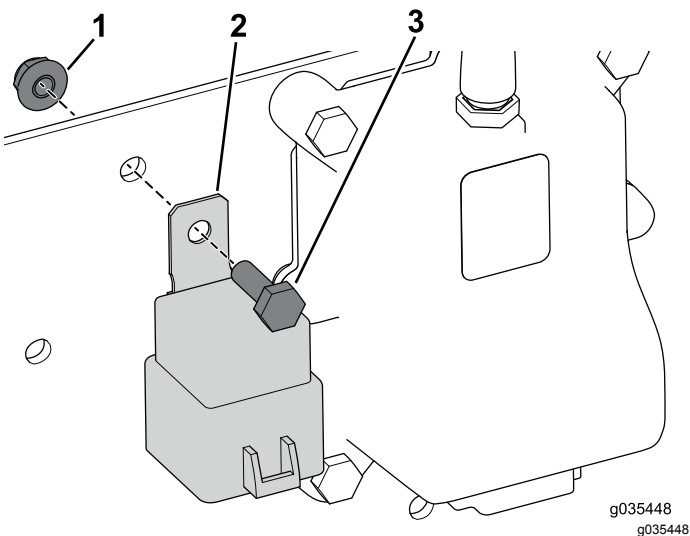

図 13
3. リレーを固定するボルト1/4 x 3/4 インチとフランジナットを使う図 13。